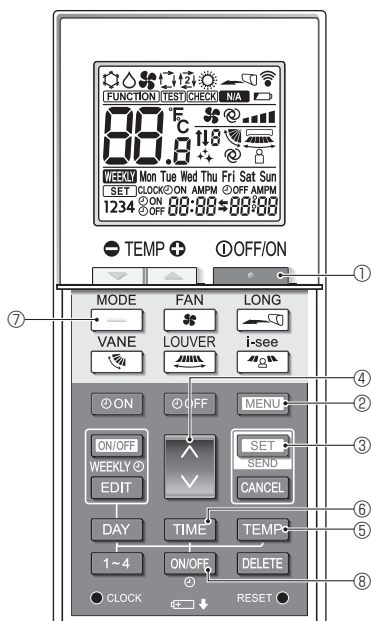

Fig. 7-9
- Θα εμφανιστεί η οθόνη ρύθμισης λειτουργίας και θα αναβοσβήσει ο αρ. λειτουργίας Ⓒ. (Fig. 7-9)